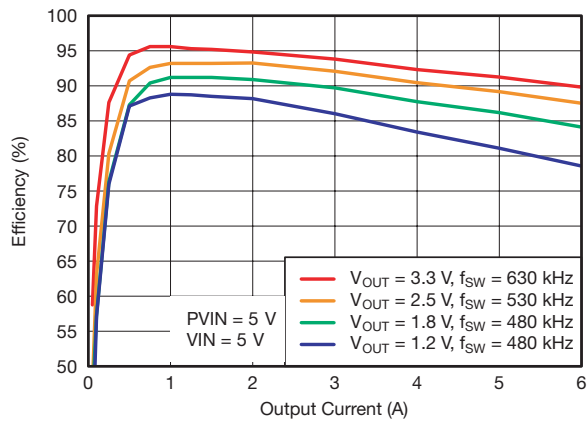
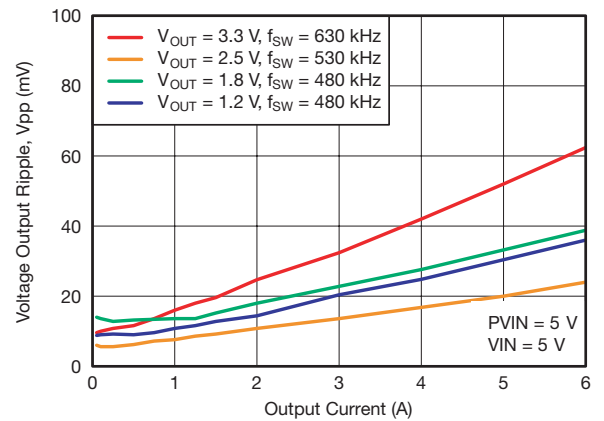
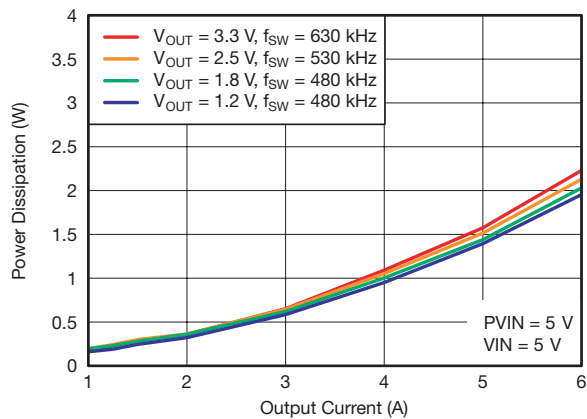

図 6. 効率 対 出力電流
図 7. 電圧リップル 対 出力電流
図 8. 消費電力 対 出力電流
- (1) 電気的特性データは、25°Cでテストした実際の製品から求めたものです。このデータは、コンバータの代表的なデータと考えられます。図6、図7および図8に対して適用されます。